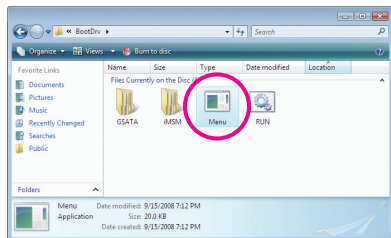
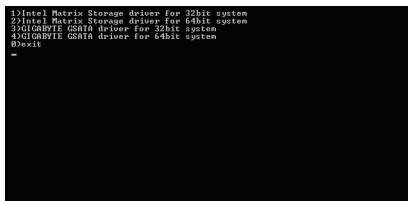

図 3
図 4
- 2: 光学ドライブフォルダから、BootDrv フォルダの Menu.exe ファイルをダブルクリックします(図 3)。図 4 のようなコマンドプロンプトウィンドウが開きます。
- 3: メニューから対応する文字を押すことでコントローラドライバを選択し、<Enter>を押します。例えば、図4でメニューから、